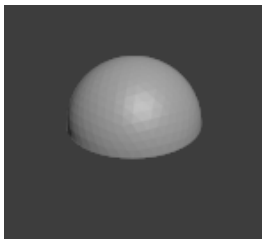

图3-20
■ ☐ **半球**：选择该选项，将创建半球，效果如图3-20所示。